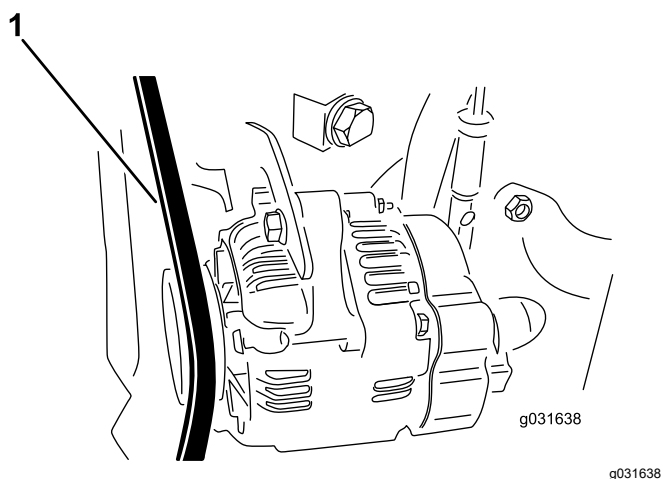

Figura 60
2. Aplique uma força de 30 N na correia do alternador a meio caminho entre as polias (Figura 60).